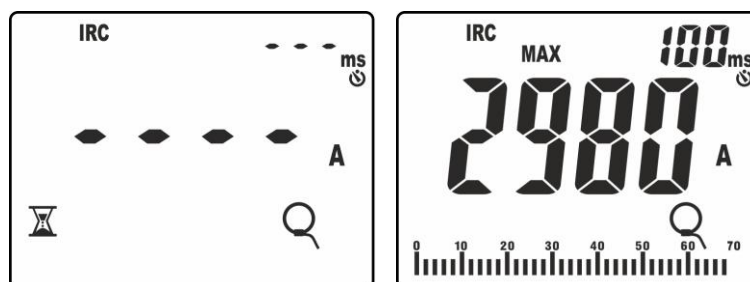

Fig. 41: Reconocimiento evento corriente de arranque
8. Pulse la tecla **GO/HOLD** para activar la función. El instrumento se pone a la espera del reconocimiento del evento (valor medido superior al umbral fijo de disparo igual al **1%FE pinza: ej 30A para FE = 3000A**) mostrando el símbolo "⌚" en pantalla (vea la Fig. 41 – parte izquierda)
9. Al reconocimiento del evento la medida se detiene automáticamente y el instrumento muestra en el visualizador principal el valor **Max RMS** calculado sobre el tiempo de valoración de **100ms** (default) reportado en el visualizador secundario (vea la Fig. 41 – parte derecha)